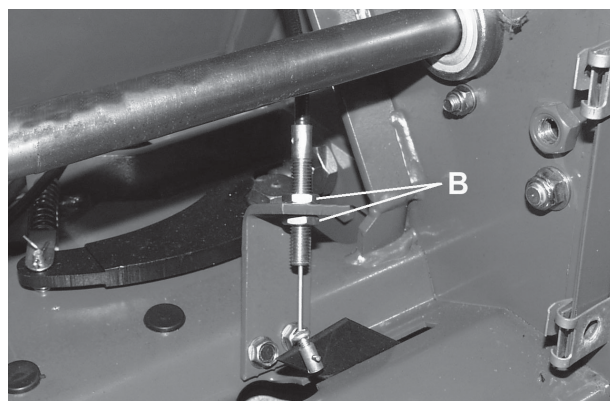

Fig. 8.7
8.7 REGOLAZIONE DELLA FRIZIONE CILINDRO (Fig. 8.7)